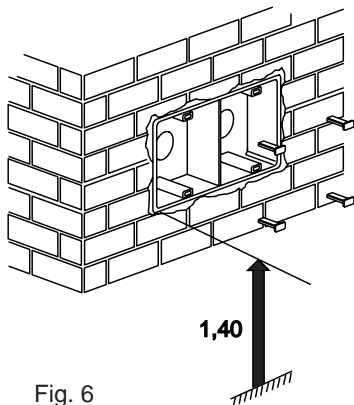

Fig. 6
- Fig. 6 - Murare la scatola da incasso Art. 7149 ad un'altezza di circa m.1,40 dal pavimento.